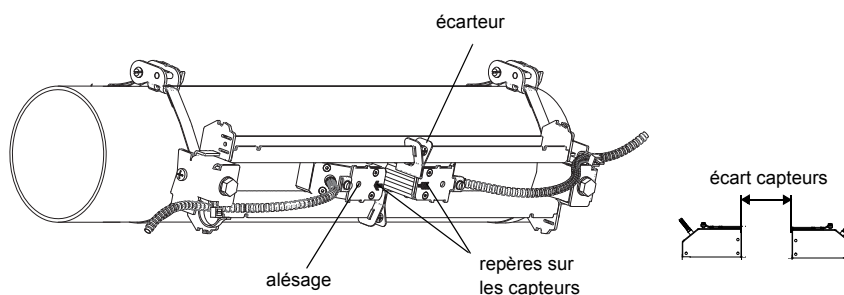

Fig. 9.45: Capteurs dans le rail (étriers non représentés)
- Positionnez les capteurs dans le rail de manière à ce que les repères des capteurs forment une flèche. Les câbles des capteurs partent dans des directions opposées (voir Fig. 9.45).
- Régalez l'écart capteurs recommandé par le transmetteur (voir section 11.6 et Fig. 9.45).
- Fixez les capteurs en serrant légèrement les vis de pression. L'extrémité de la vis doit être positionnée au-dessus de l'alésage du capteur (voir Fig. 9.45).
- Fixez les écarteurs sur le rail pour repérer la position des capteurs (voir Fig. 9.45).